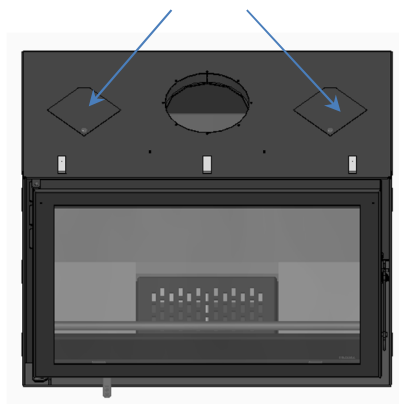

Figura 14 - Saídas de ar quente
- * Na parte superior destes equipamentos existem 2 saídas (correspondentes a um diâmetro de 100 mm cada), Figura 14, que poderão ser utilizadas retirando as tampas e adaptando bocas para condução do ar quente para outros compartimentos.